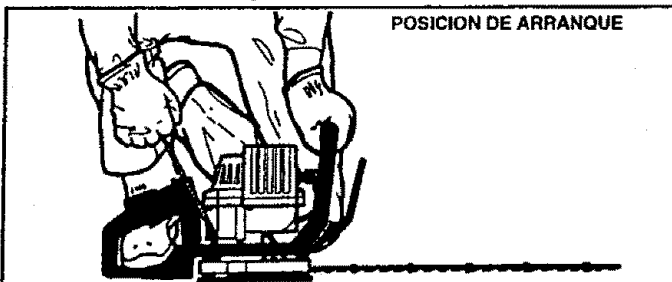

Figura 11
- Descansa unidad en tierra. Sostenga la unidad de modo que la cuchilla es fuera de la tierra y lejos de árboles, arbustos, espectadores, etc. Figura 11.